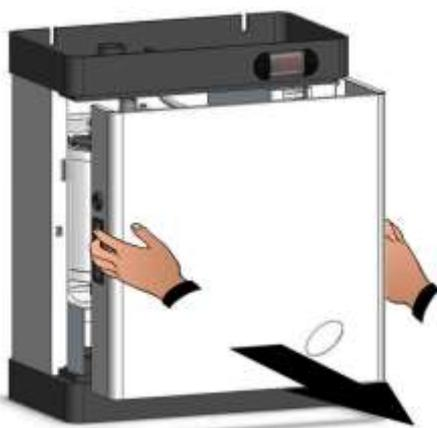

Fig. 7
4. Estrarre la carena frontale impugnandola dalle due maniglie poste sui lati e tirando verso di sé con una leggera pressione (fig. 7).